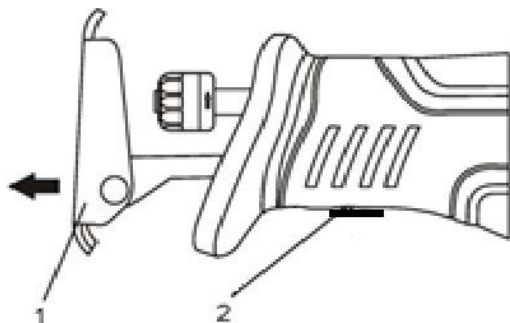

Рис. 2
Установка/замена пильного полотна (Рис.2).
Регулировка положения упора (башмака) (Рис.2).
- Нажмите клавишу разблокировки башмака (2, рис.2);
- выдвиньте или задвиньте башмак (1, рис.2) в нужное положение;
- Отпустите клавишу (2, рис.2);